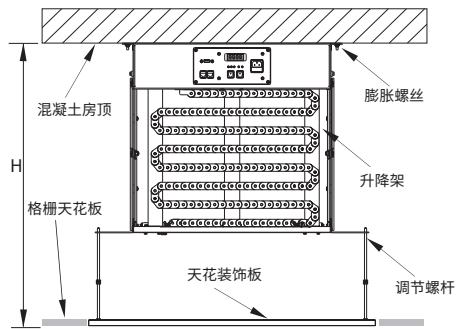

图3 普通高度天花的安装方式
- A. 如果  $H < H1$  (假设H2调至最长状态)，可以直接把升降架安装到混凝土房顶上，见图3；